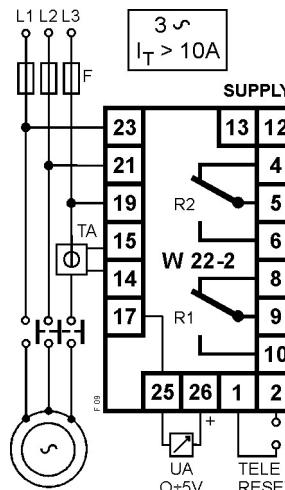

Fig. 9
Seguire lo schema di fig. 9
- b) Se I_T è maggiore di 10A si deve usare un riduttore di corrente esterno (TA)..1 oppure ..5 (schema di fig. 9).
Follow diagram of fig. 9
b) If I_p is higher than 10A it is requested an external current transformer (CT) ..5A or ...1A (fig. 9).
Il collegamento si esegue secondo fig.9. Dalla tabella A si ricava che il fondo scala di corrente più vicino, immediatamente superiore al valore di I_t , è 25A. In questo caso il fondo scala può essere realizzato con un TA esterno.
COLLEGAMENTO CON TA (Rif. Fig. 9)
CONNECTION WITH CT (Ref. Fig. 9)